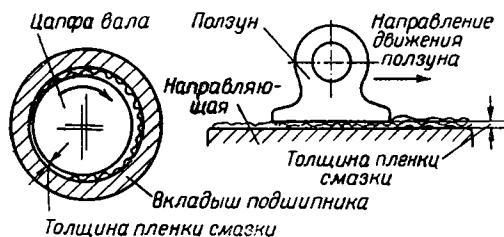

Рис. 2
2) жидкостное трение, когда твердые трещущиеся поверхности непосредственно не соприкасаются, а трение происходит в разделяющем их слое смазки (рис. 2). Этот вид трения является наиболее благоприятным для работы деталей машин;